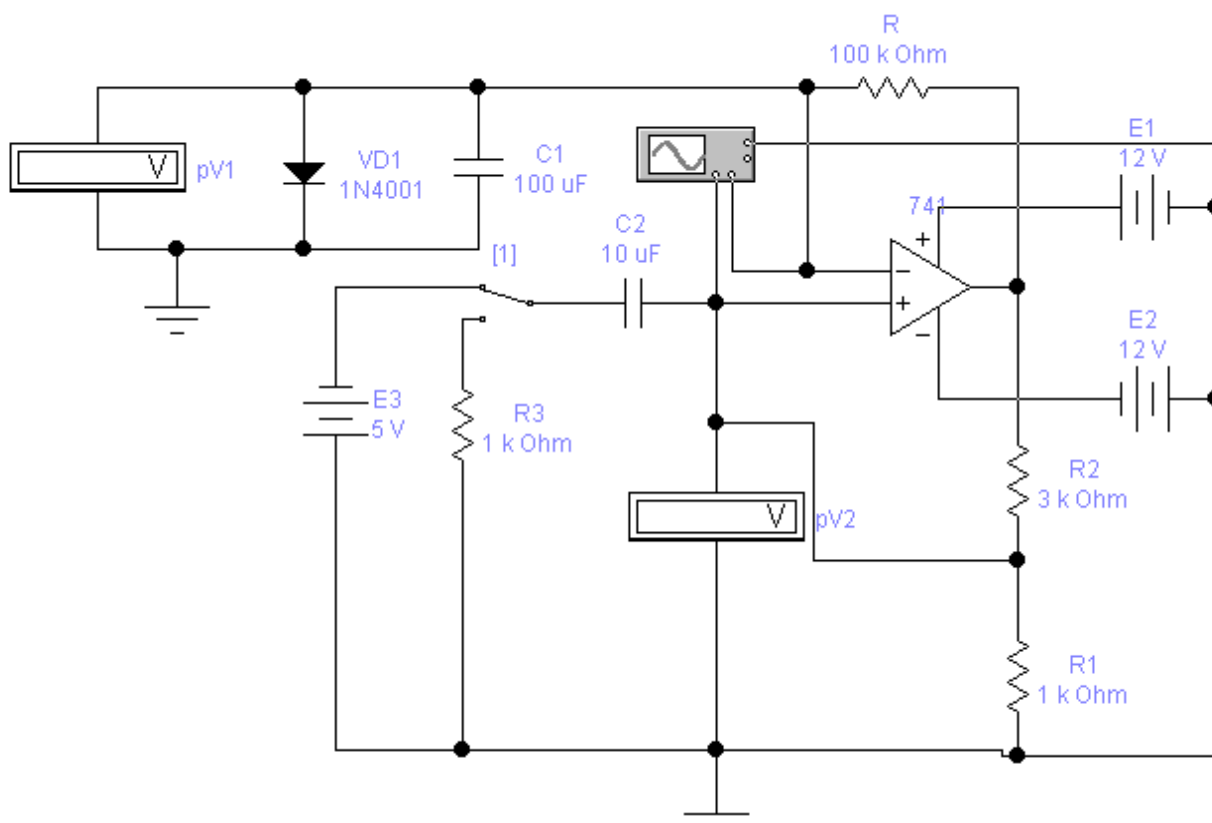

Рисунок 8.13 - Схема дослідження одновібратора
19. Набрати схему одновібратора (рис. 8.13).